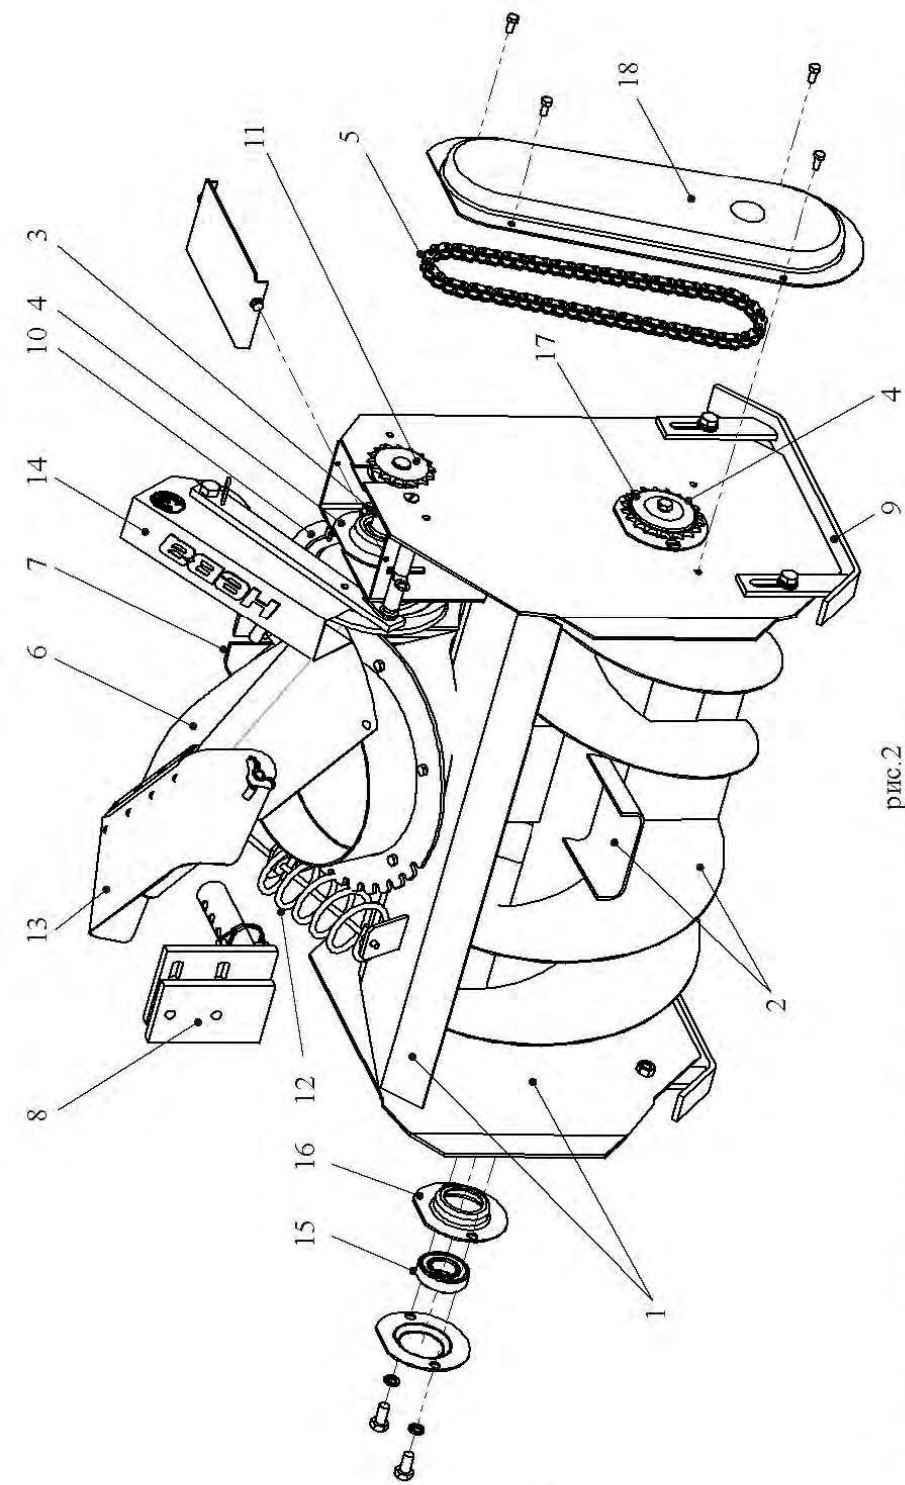

рис. 2
Устройство снегоборщика (рис.2)
Перед началом эксплуатации снегоуборщика после длительного хранения рекомендуется снять крышку (18) (рис. 2) цепной передачи, удалить старую смазку и нанести на цепь и звездочки смазку Литол-24 или солидол Ж ГОСТ 1033-79.